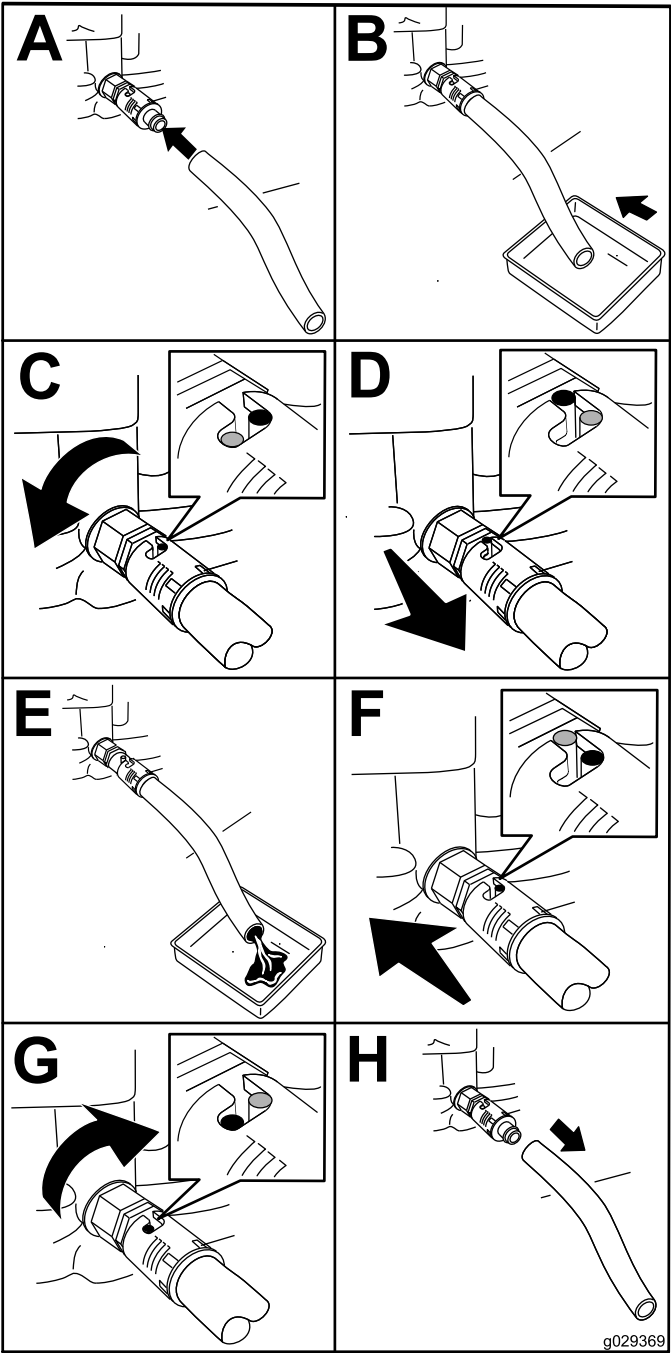

图31
4. 将排油软管安装到排放阀上 图31。
5. 将软管的另一端放入适当的机油容器内 图31。
6. 将机油排放阀逆时针旋转 1/4 圈开始排放机油 图31。
7. 所有机油排放完之后将机油排放阀顺时针旋转 1/4 圈关闭排放阀 图31。